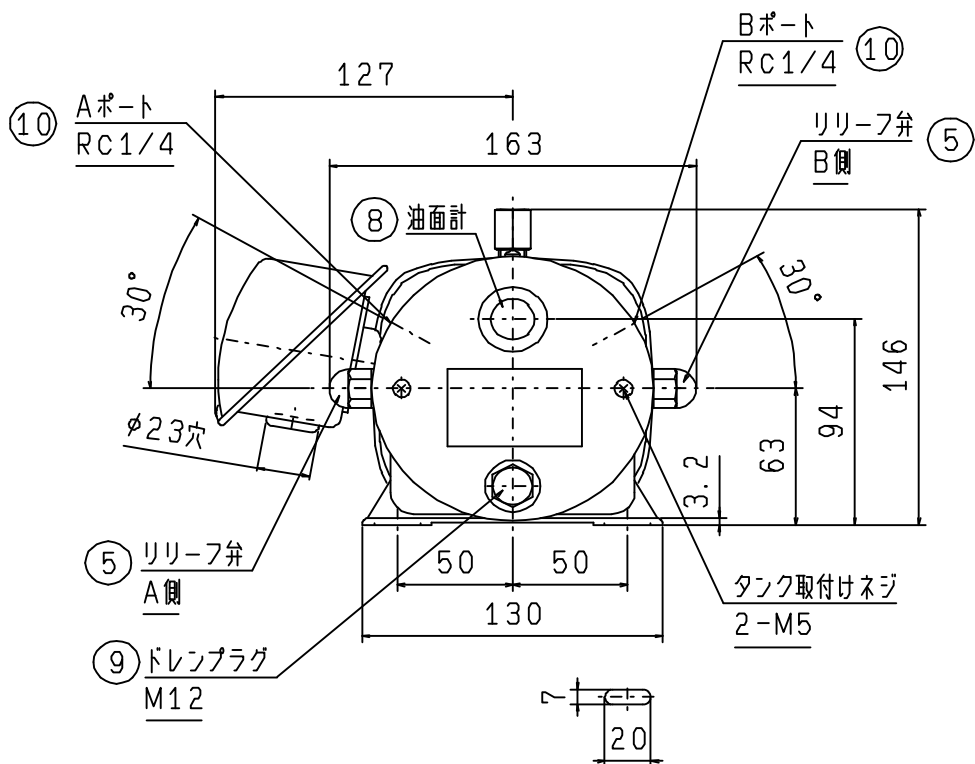

図2 正面図
## 5. 各部の機能（図2，3参照）
- (1) 本機はモーターベースを下側にして、横に取付けて下さい。
- (2) モーターは全開外扇形になっていますが、完全に密閉されていませんので屋外に取付けるときは、本機全体をカバーで覆って下さい。
- (3) 設置場所の環境は、通気性が良く、周囲温度10～40℃が理想的です。
- (4) 電源の配線は、電源側の端子を確実にビス止めし、端子箱のフタをして下さい。
- (5) 本機にはRc 1/4の吐出ポートが2ヶ所あります。(図2参照)ここへ接続する配管材料はRc 1/4用を使用して下さい。他の部分の配管材料もRc 1/4用以上のものを使用して下さい。
- (6) 使用する配管材料は、十分にフラッシングしたものを使用して下さい。
- (7) 吐出ポートへニップルなどを接続する時は、漏れ防止のためシールテープ等を使用し、ネジ込みトルクは30N・m程度にして下さい。
(図2参照)
- (1) 吸入フィルターが目詰まりすると騒音や流量不足の原因となります。定期的に洗浄して下さい。1日、8時間程度の使用で、1年に1～2回行なって下さい。
- (2) タンク内に吸入フィルターが組み込まれています。図2に示す2本のタンク取付けボルトをゆるめてタンクを取り外して行なって下さい。